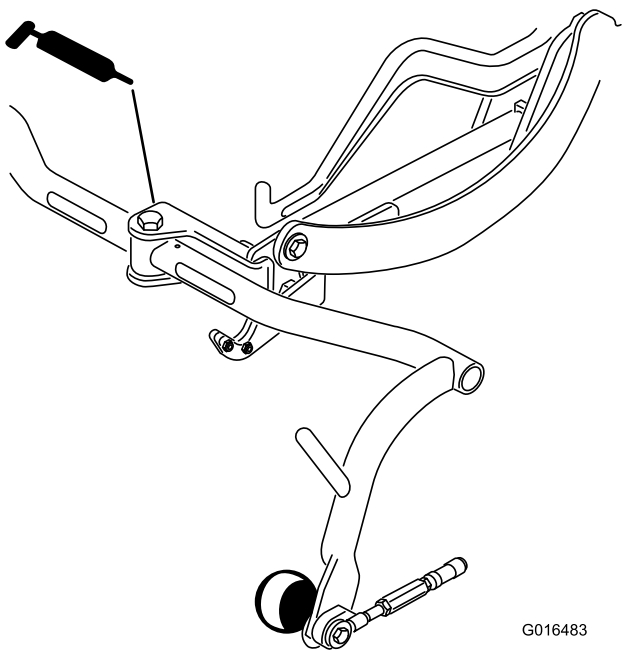

Рисунок 32
- Шарнир несущей рамы (3) (Рисунок 32)